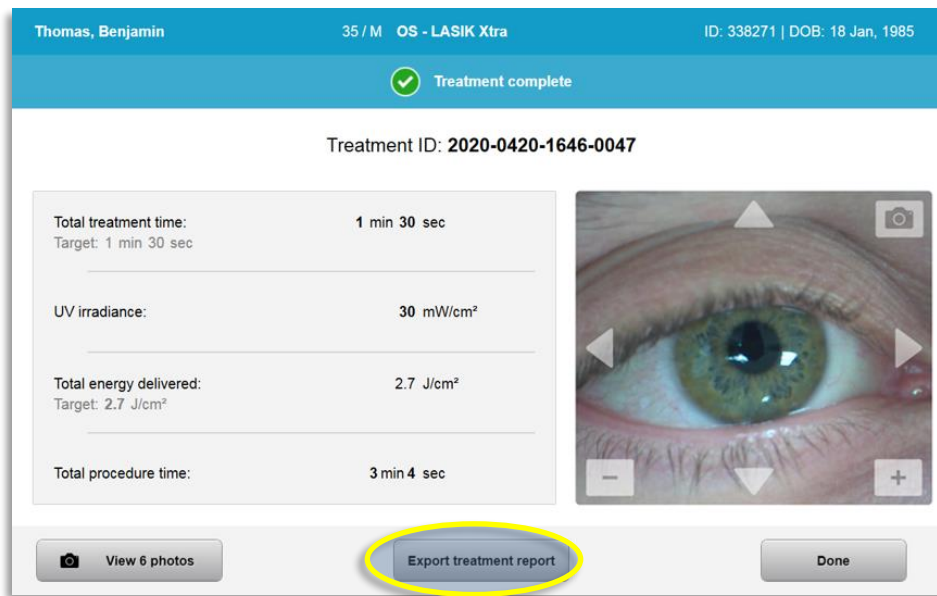

Figura 3-39. Exportar Relatório de tratamento
- Selecione “Exportar relatório de tratamento” (Export treatment report) como mostrado na figura 3-39 para guardar o relatório numa pen USB.